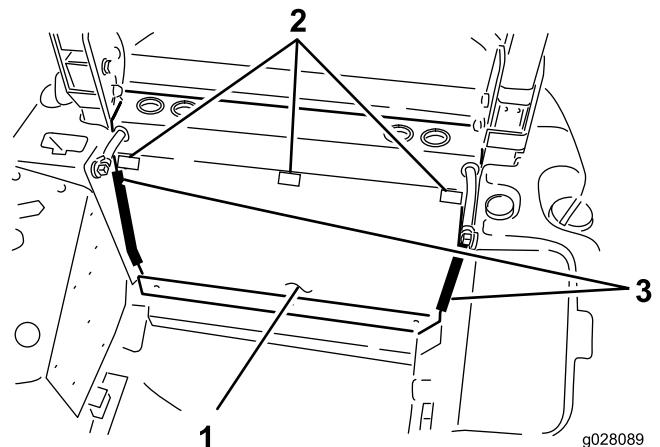

Рисунок 57
- Установите заднюю панель в нужное положение и совместите верхние крепежные отверстия с отверстиями в поперечине рамы (Рисунок 57).